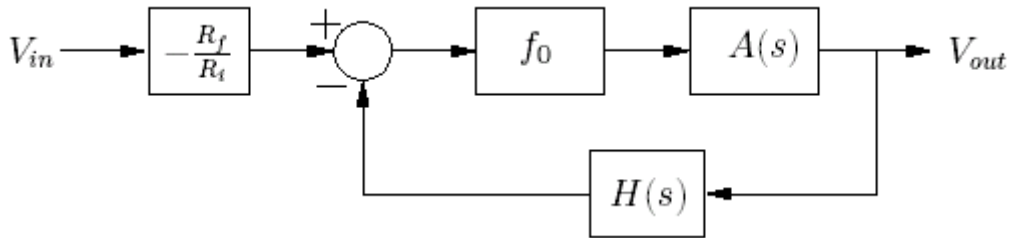

Figura 4. Forma del diagrama de bloques general.
3. Dibuje el diagrama de bloques normalizado para los circuitos siguientes, de tal forma que la expresión de bucle cerrado $-\frac{R_f}{R_i}$ aparezca fuera del bucle, como se muestra en la Figura 4.